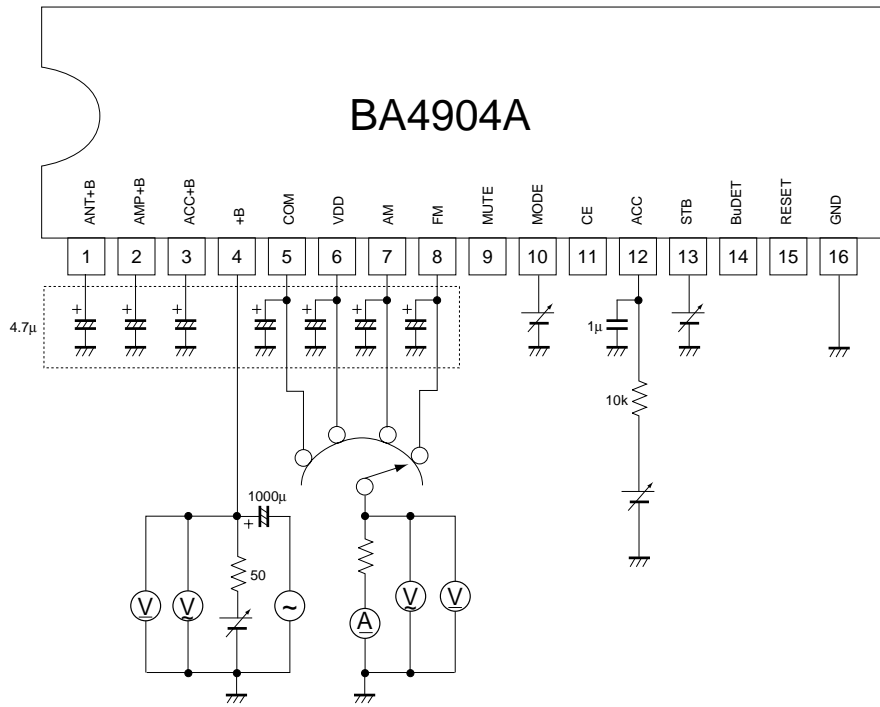

Fig.2
0.8VCC→0.2VCC: 50 μ s以上 (ただし、+Bについては20ms以上、応用回路図2の場合)
応用回路図 2 (ディップ判定回路)
MUTE 出力電圧につきまして、その立ち上がり時や+B 変動時に、MUTE にディップが発生する可能性があります。応用回路図 2 におきまして、ディップの判定を $V_{MUTE} \leq 4V$ とした場合、ディップ幅のワースト値は 5ms となります。(設計保証) ただし、条件によりディップ幅の傾向が変化しますので、セット設計の際にはよくご確認ください。下表にその傾向を示します。